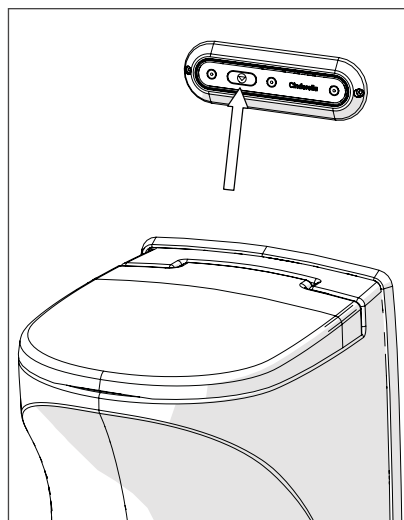

Bild 3
6. Tryck på startknappen (bild 3). När luckan stängs startar förbränningen. Toaletten är redo för ett nytt besök.